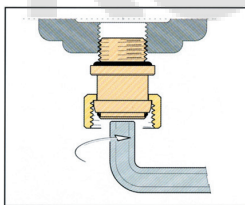

Рисунок 1. Монтаж патрубка полусгона вентиля к прибору отопления.
- При монтаже вентиля к отопительному прибору присоединяется первым патрубок (хвостовик) полусгона (см. рис. 1). Перед монтажом необходимо удостовериться в наличии и целостности уплотнительного кольца. Монтаж должен производиться с помощью специального сгонного ключа. Накидную гайку полусгона после затяжки вручную следует повернуть ключом не более чем на 1/2 оборота.